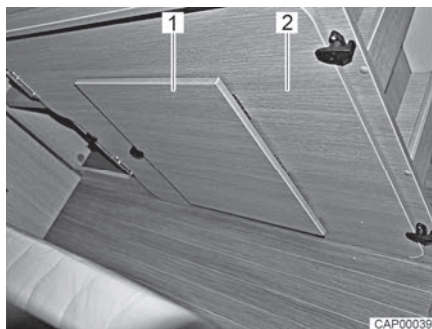

Bild 42 Stödplatta vid höger sänggram
- Ta dessutom upp stödplattan (Bild 42,2) från höger sänggram bak.
- Fäll ut fotstöd (Bild 42,1) på stödplattan.